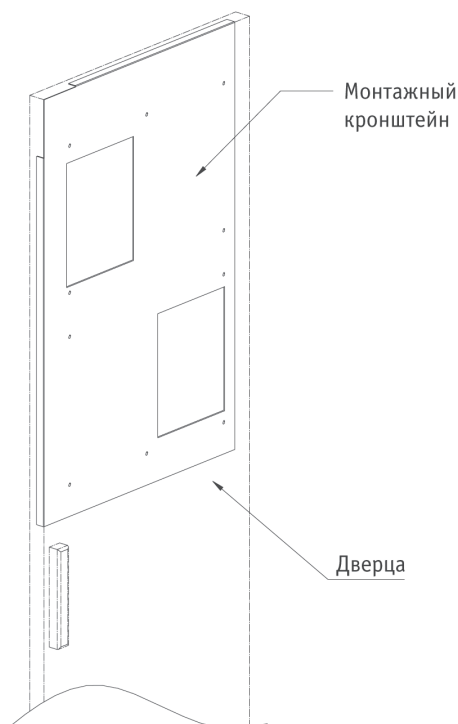

Рис. 3.1
3.2.1 Расположите монтажный кронштейн на дверце шкафа, как показано на рис. 3.1.